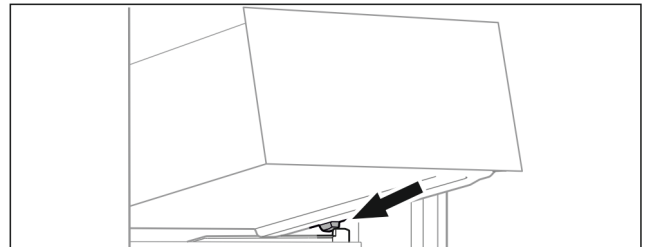

Fig. 139
- ▶ Helyezze a fiókot ferdén az ütközők mögé, a tartóbordára. (lásd Fig. 139)